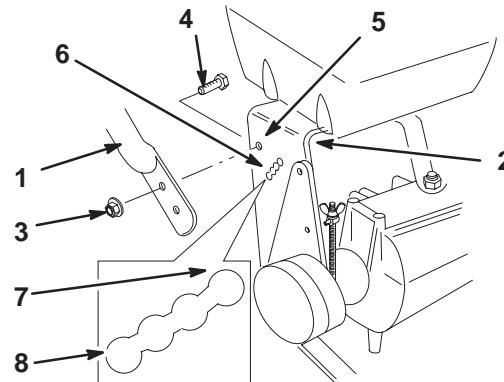

Figure 21
- Desserrez les boulons à collarlette supérieurs (3/8 x 1 pouce) et l'écrou à collarlette de fixation du guidon au bâti arrière (Fig. 21).
- Retirez les boulons à collarlette inférieurs (3/8 x 1 pouce) et les écrous à collarlette de fixation du guidon au bâti arrière (Fig. 21).